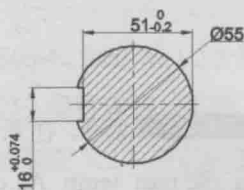

图 1.1.24 带公差的线性标注
Step4. 创建图 1.1.24 所示的带公差的线性标注。
(4) 选中 “+0.074^ 0”, 单击鼠标右键, 在系统弹出的快捷菜单中选择 **堆叠** 选项, 再单击 **文字编辑器** 面板上的 “关闭” 按钮 , 在绘图区的空白区域单击, 以确定尺寸放置的位置。
(5) 参照以上步骤, 创建图 1.1.24 中另一个带公差的线性标注。